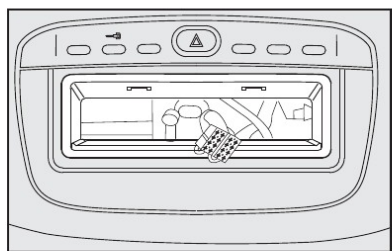

fig. 131
- cabo e plugue de alimentação do autorrádio, **fig. 131**;